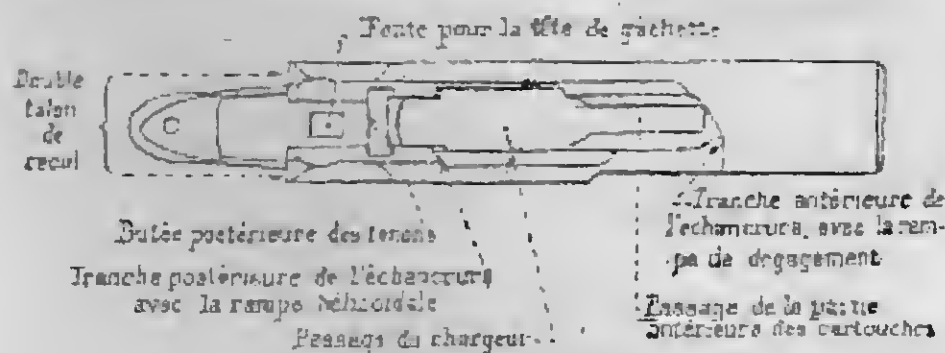

Fig. 4. — Boîte de culasse. (Vue en dessus.)
9. **Partie supérieure** (fig. 4 et 5) : l'écras dans lequel se visse le bouton fileté du canon; les *épaulements d'appui* des tenons de la culasse mobile; la *tranche antérieure de l'échancrure*, avec la *rampe de dégagement*; les *deux rainures latérales*, pour le passage des tenons; l'entaille pour le passage
10. Partie inférieure (fig. 4 et 5) : le logement de la partie supérieure du support de mécanisme; le passage du chargeur et de la partie antérieure des cartouches, la chape d'as-